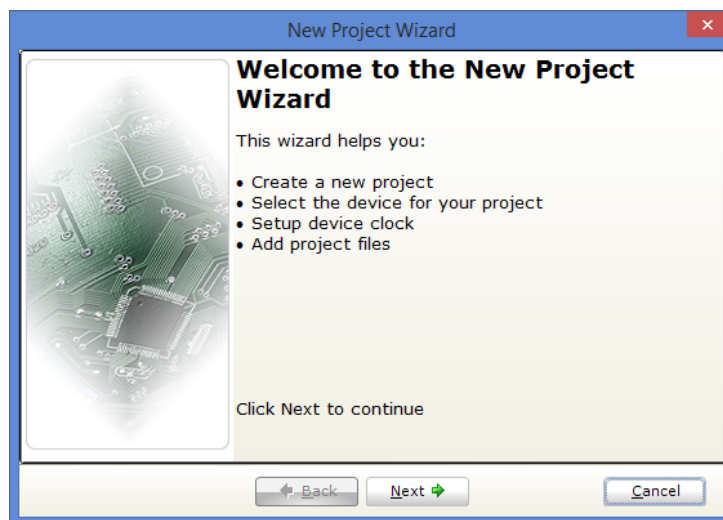

Figura 4: 6º Passo.
- **6º Passo:** Será exibida uma tela assim como a mostrada na Figura 4. Selecione a opção “Next”.